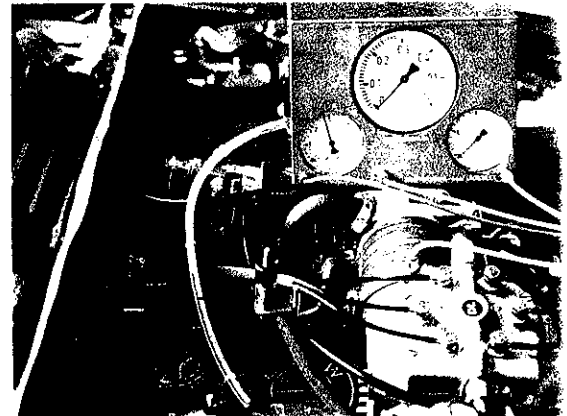

Bild 12
D.4 HALTEDRUCK (Bild 12)
abklemmen (Pfeil) Bild 12 und Motor ab-